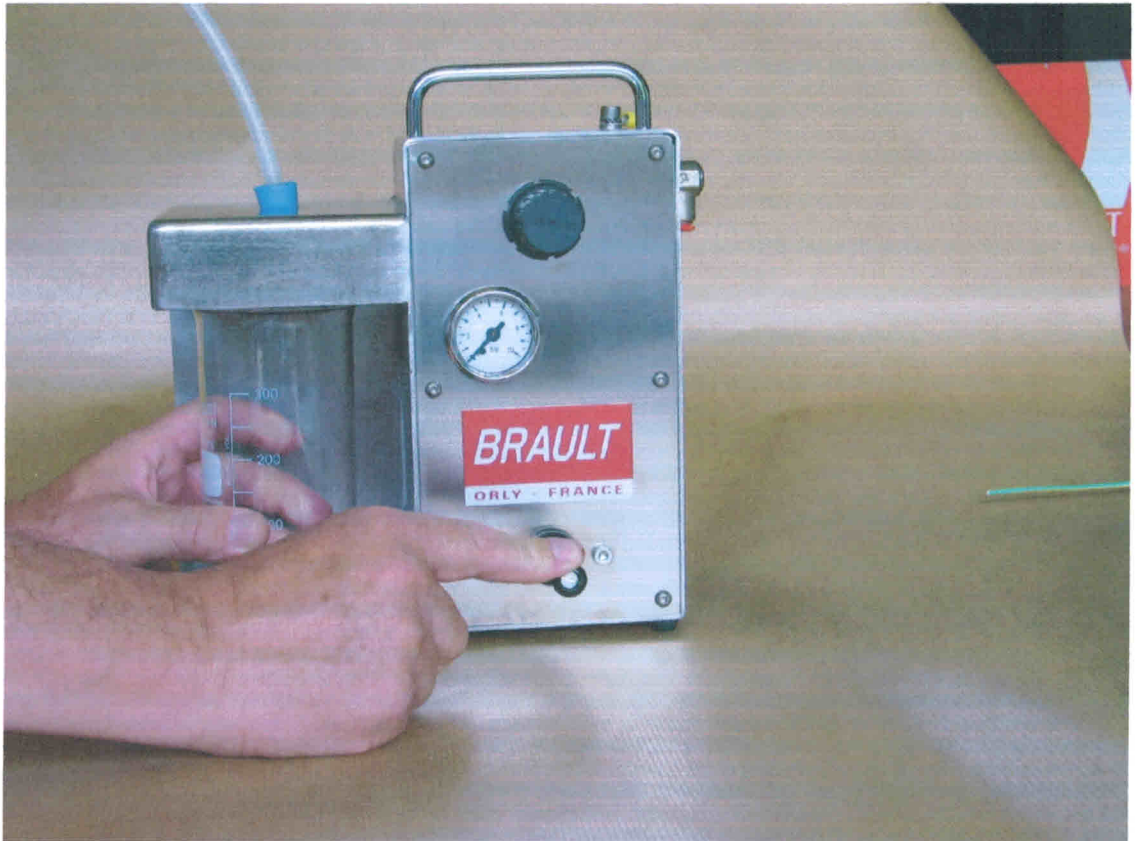

Fig.4
- 5 - Placer un bécher en verre sans bec verseur dans le cabinet de gauche et le maintenir plaqué vers le haut. (Fig. 4).
- 6 – Abaisser doucement la manette noire (Fig. 4) le liquide prélevé doit remplir le bécher. Relâcher la manette pour arrêter l'écoulement.